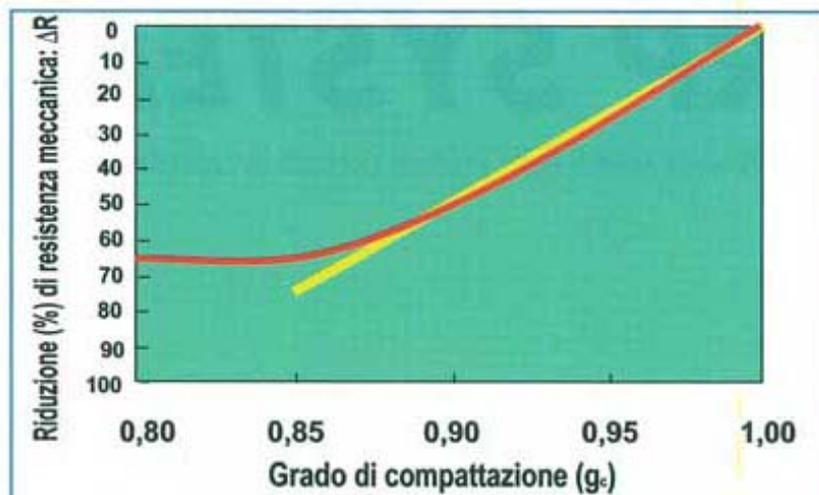

Fig. 1 - Influenza del grado di compattazione del calcestruzzo sulla riduzione di resistenza meccanica.
Attraverso prove sperimentali (1) è stata determinata l'influenza di g_c sulla diminuzione percentuale (ΔR) di resistenza meccanica del calcestruzzo all'interno della struttura rispetto al valore del corrispondente calcestruzzo del provino. La Fig. 1 mostra, appunto l'influenza di g_c su ΔR ; dove ΔR è
Nel tratto di Fig. 1 che maggiormente interessa i casi pratici ($g_c = 1-0.90$), si può dedurre una correlazione lineare del tipo: